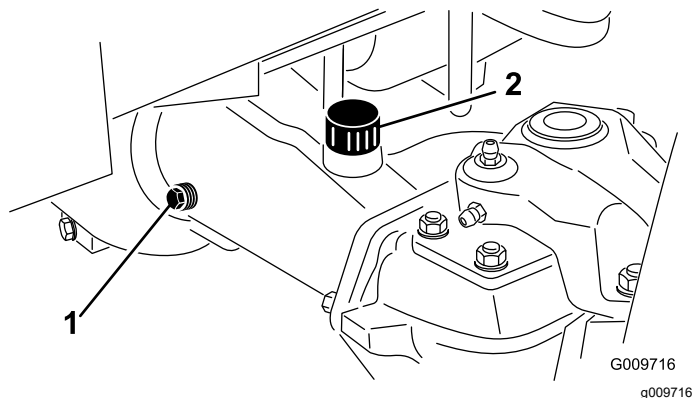

Figure 72
2. Enlevez un bouchon de contrôle à une extrémité du pont arrière et vérifiez que le lubrifiant atteint la base de l'orifice (Figure 72).